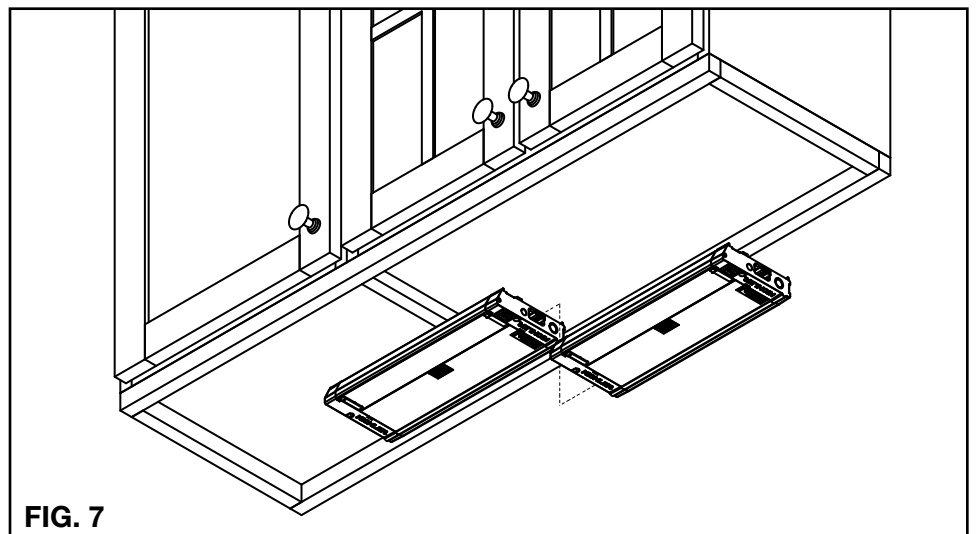

FIG. 7
2. Alinee el conector en el extremo del nuevo artefacto con el conector en el extremo del artefacto existente. (ref. FIG. 7)